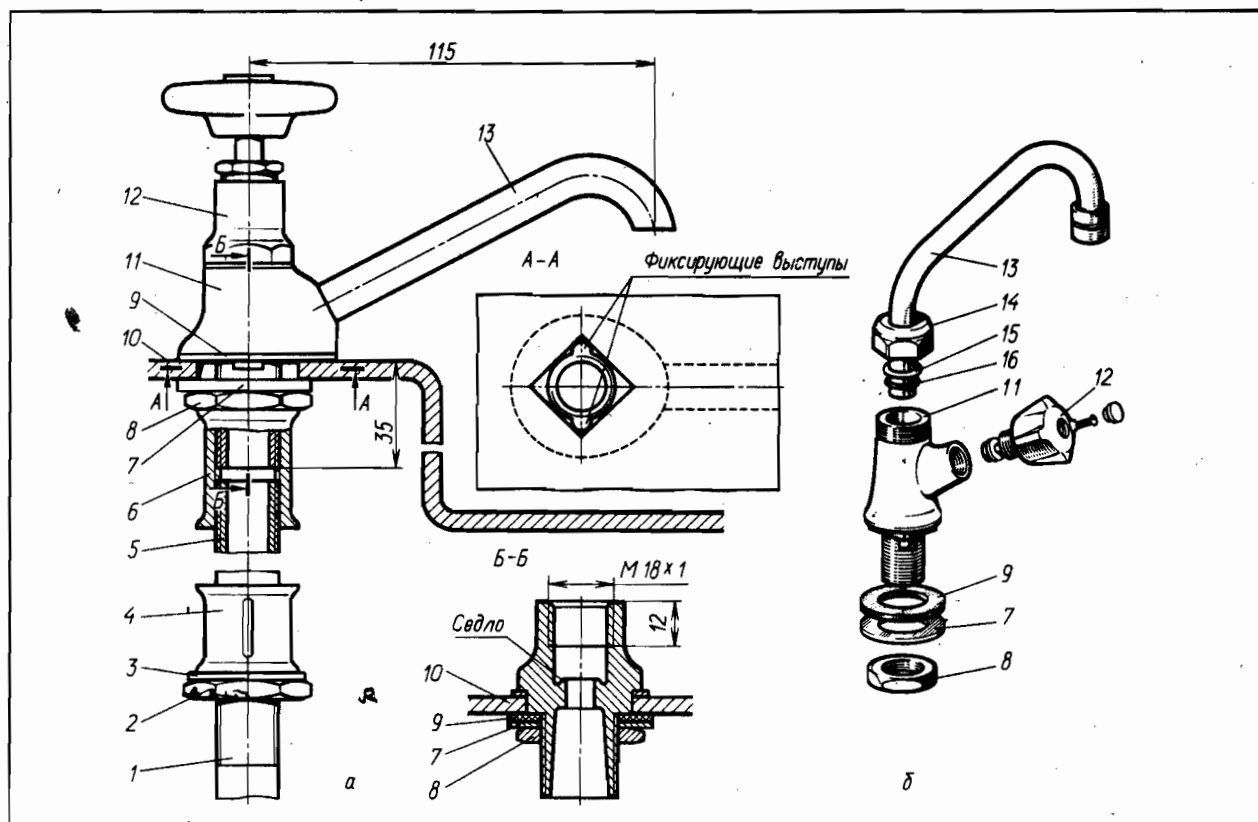

Рис. 34. Краны туалетные настольные:
**Настольные.** К водоразборным настольным кранам (ГОСТ 20275—74) относят туалетный настольный кран КТН 15 ЖД с жестко закрепленным изливом (рис. 34, а). Нижняя часть патрубка корпуса имеет четыре выступа, равномерно расположенных по окружности чуть выше резьбы. Этими выступами кран фиксируют от проворачивания в четырехугольном отверстии мойки или умывальника. Раковины здесь не применимы, ибо на них отсутствует полочка для установки крана.